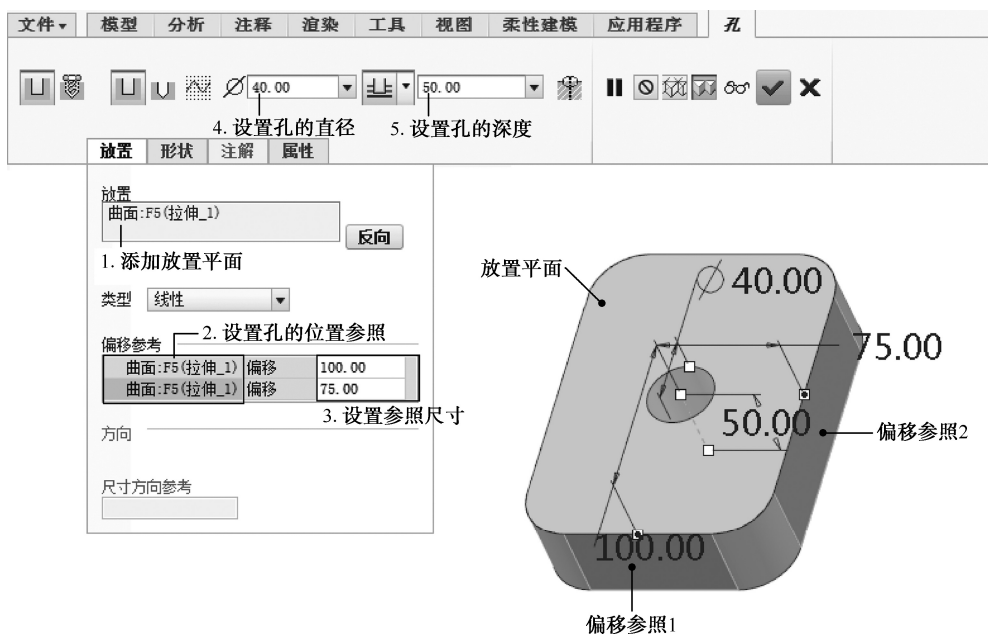

图 5-2 直孔的创建步骤
直孔是最简单的孔，形状为圆柱形，放置在某个面并指定孔深度。创建直孔的操作步骤如图 5-2 所示。
① 选择放置平面，用于放置孔。如图 5-2，选择零件的顶面作为放置平面。
② 设置孔的位置参照。选择零件的前表面和右侧表面作为参考平面，用于定位孔的位置。选择好参考平面 1（前表面）后，按住 **Ctrl** 键，同时选择参考平面 2（右侧表面）。
③ 设置参照尺寸。在偏移参考中出现两个参考平面的名称，在对应的偏移栏中分别设置距离值为 100、75。
④ 设置孔的直径。在孔操控面板中的【孔直径】中输入直径为 40。
⑤ 设置孔的深度。在【深度】设置中输入深度值为 50。